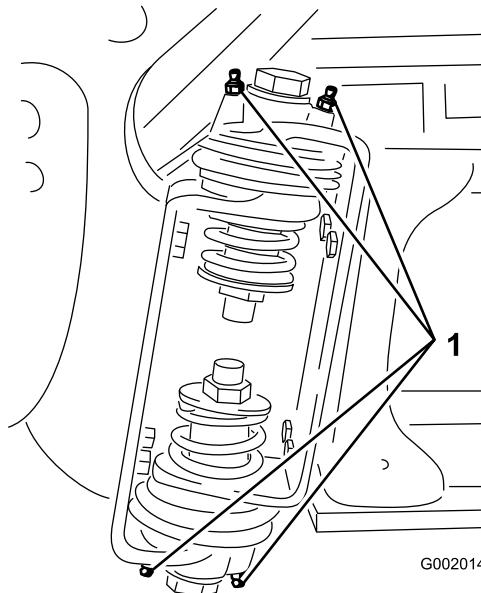

Figura 65
2. Bombee grasa en el cojinete o casquillo de cada punto de engrase (Figura 65).